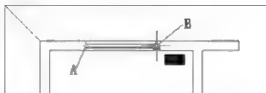

图 2.83 用【多线】命令绘制左上角的窗
- (4) 将视图调整至图2.83所示的状态。
(1) 在指定起点或 [对正(J)/比例(S)/样式(ST)]: 提示下, 输入“S”后按 Enter 键。
(2) 在输入多线比例< 240.00 >: 提示下, 输入“1”后按 Enter 键。
(3) 在指定起点或 [对正(J)/比例(S)/样式(ST)]: 提示下, 捕捉 A 点。
(4) 在指定下一点或 [闭合(C)/放弃(U)]: 提示下, 捕捉 B 点。A、B 点分别为窗洞口左右厚度为 240mm 的墙的中点, 如图 2.83 所示。
(5) 按 Enter 键结束命令, 这样就绘制出了 1 窗。